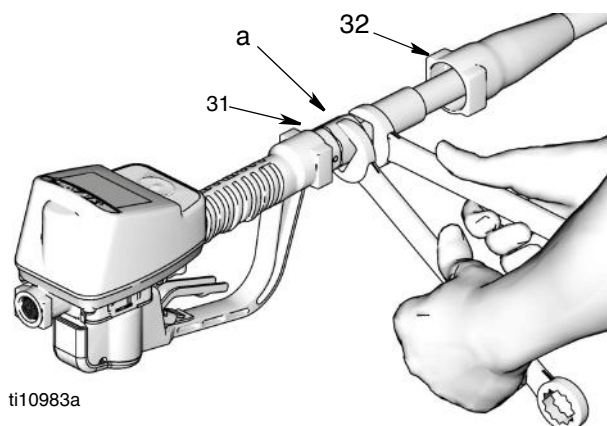

Рис. 17
Установка расходомера (Рис. 17)
2. Переместите лоток вертлюга (32) назад к шлангу, чтобы получить доступ к шарнирному фитингу (а).
3. Нанесите герметик на внешнюю резьбу шлангового фитинга. Накрутите шланговый фитинг на вертлюг расходомера (31). Надежно затяните двумя ключами (Рис. 17).